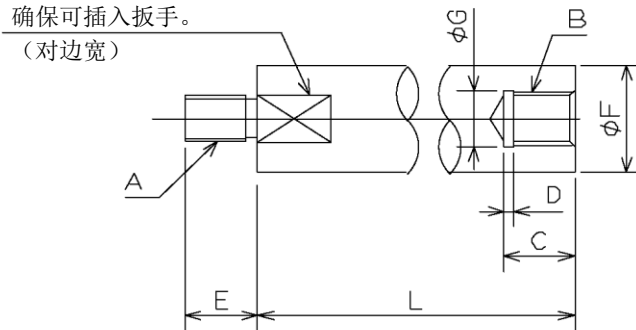

图 31
- 拉杆应按照图 31 的尺寸 B，并使用拉伸强度为 380MPa (38kgf/mm2) 以上的材质。